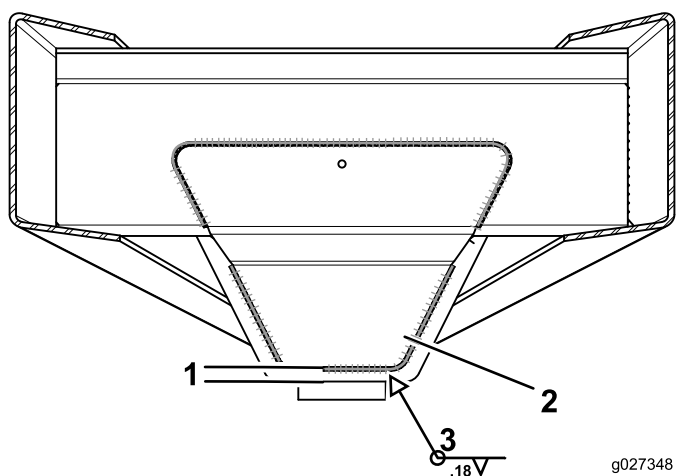

Figure 3
1. Soudez par point le gousset aux emplacements indiqués à la Figure 3.
2. Soudez le gousset arrière comme montré à la Figure 3.